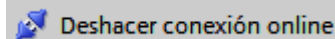

Figura 35. Deshacer conexión online.
2.  Ponga el PLC en modo Stop, verifique que no esté online con la computadora (el icono de la Figura 35 deberá estar deshabilitado), hecho esto desenergicelo y proceda a desconectarlo.